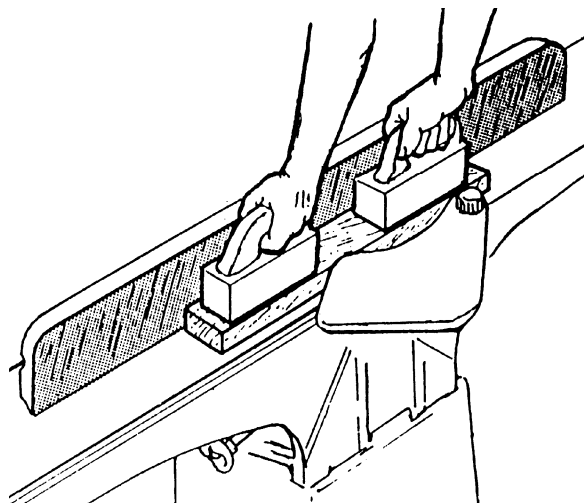

Figure 37
- ❑ Sur des billes de plus de 12 pouces, utilisez deux cales de poussée (Figure 37).